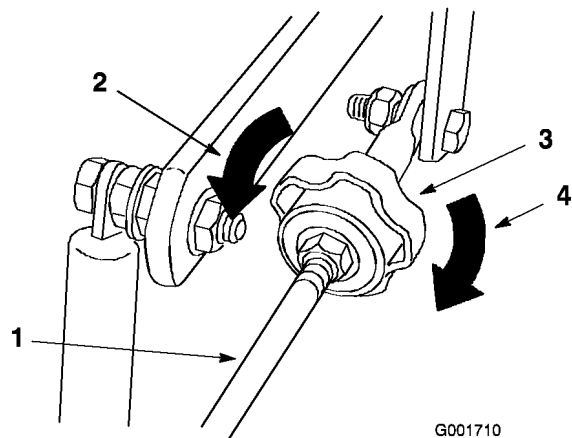

Figure 69
2. Réglez la longueur de la tige de pompe en tournant le bouton dans le sens voulu, jusqu'à ce que la roue soit immobilisée ou tourne légèrement en marche arrière (Figure 69).